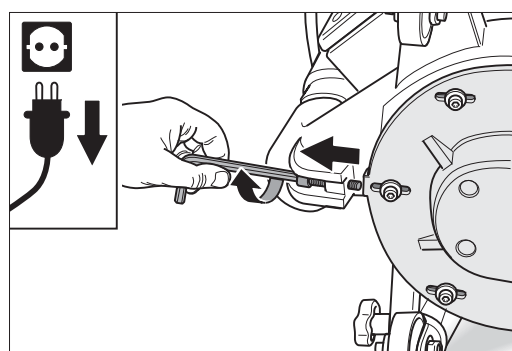

Abb. 63: Die Riemenspannschraube ganz zurückdrehen.
- 4 Zum Entspannen des Keilriemens drehen Sie mit dem entsprechenden Innensechskantschlüssel die Riemenspannschraube so weit zurück, bis sie vorne in der Gewindebohrung des Ventilatorgehäuses verschwunden ist (Abb. 63).